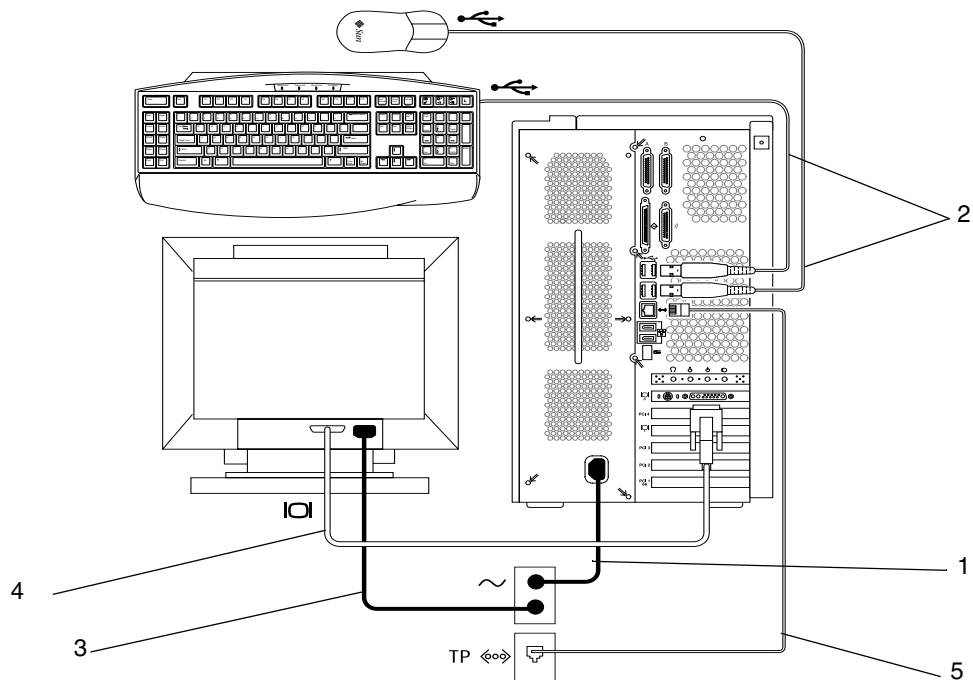

FIGURE 4 Câblage du système
1. Connectez le cordon d'alimentation du système à une prise de terre (voir FIGURE 4).